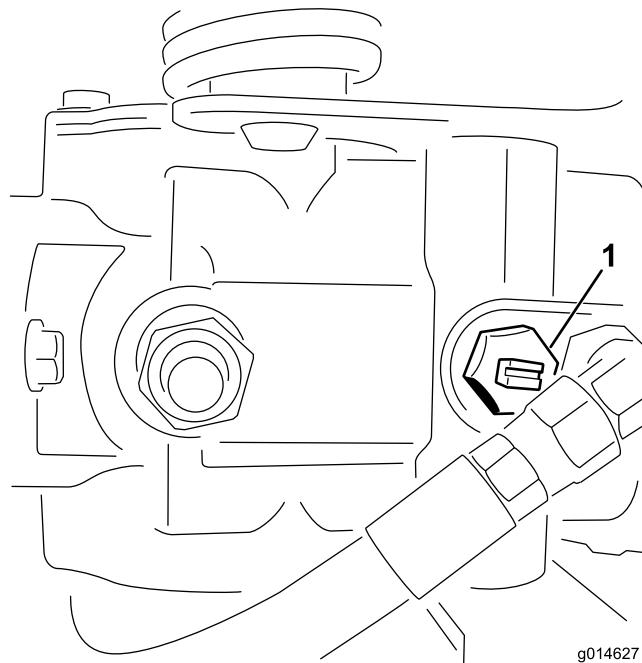

Figura 38
1. Localize a válvula de derivação na bomba e rode-a de forma a que a ranhura fique na vertical (Figura 38).
2. Antes de ligar o motor, feche a válvula de derivação rodando-a de forma a que a ranhura fique na horizontal (Figura 38). Não ligue o motor quando a válvula se encontrar aberta.